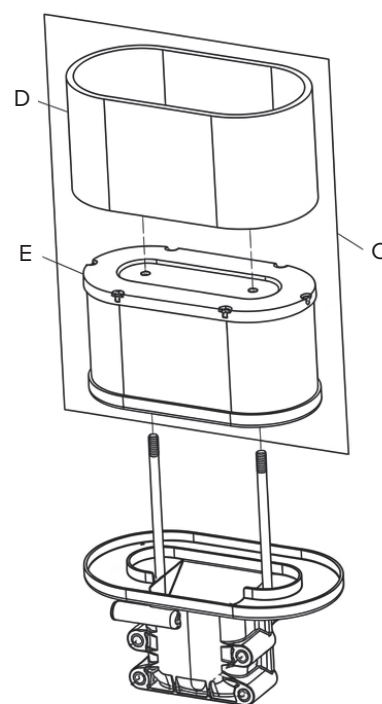

Рис. 5
- г) Поролоновый элемент (D, рис. 5) промойте теплой мыльной воде, тщательно выжмите, ополосните чистой водой и дайте ему полностью высохнуть. Разрешается также использовать невоспламеняющийся растворитель с последующей полной просушкой.
- д) Бумажный элемент (Е, рис. 5) очистите постукиванием по твердой поверхности или продувкой сжатым воздухом (давление не выше 30 фунт/кв. дюйм), направляя поток изнутри наружу. Не используйте щетки для удаления загрязнений, это приводит к вдавливанию пыли в волокна фильтра.